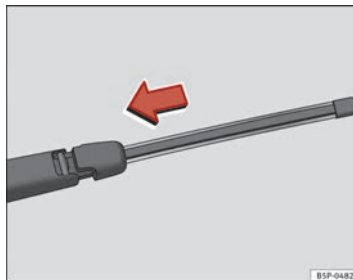

Fig. 143 Collocare la spazzola tergicristallo
- Posizionare la spazzola come indicato nella figura ⇒ fig. 143 e scorrere l'adattatore fino a quando non si incastra.